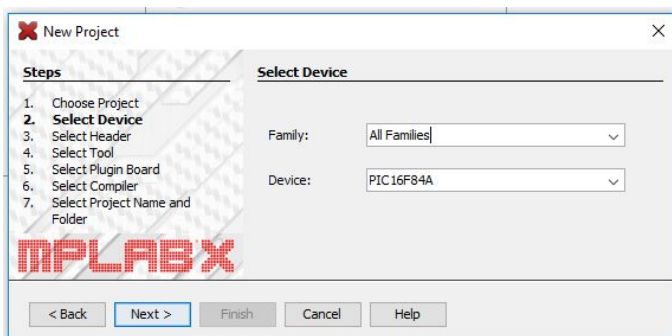

Figura 8
Step 2_Select Device (figura 8)